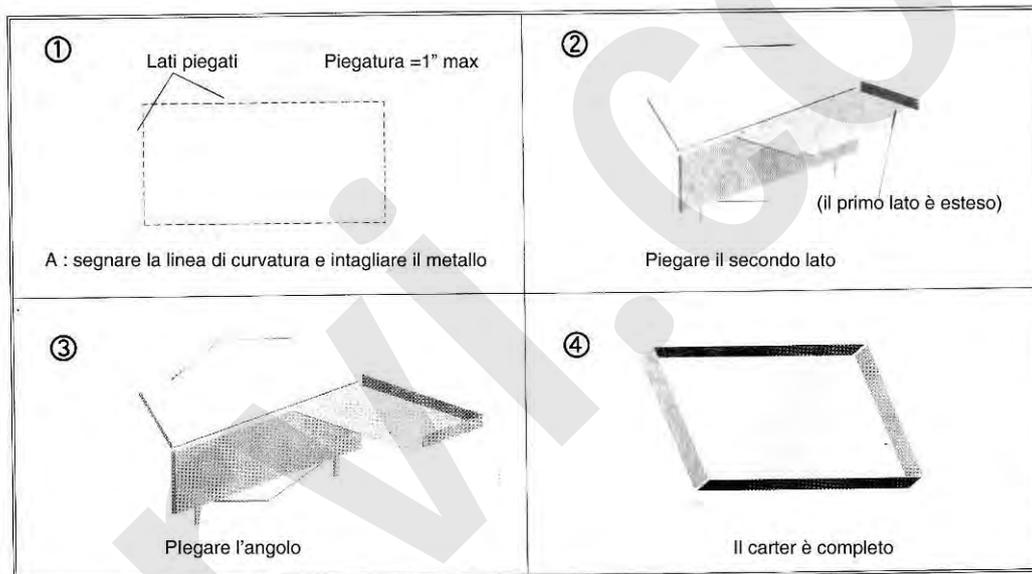

Figura 10 – Formatura di un carter
- Misurare e tagliare il materiale prima della curvatura. Intagliare gli angoli secondo l'altezza dei bordi, come da Figura 10.
- Inserire il materiale fra gli utensili e il prisma. Piegare il materiale fino a raggiungere un angolo di 90°, come da Figura 10.
- Prima piega l'angolo più vicino alla metà della macchina, come da Figura 10 parte 3.** Questo permetterà al materiale di staccarsi dalla matrice superiore quando sale.